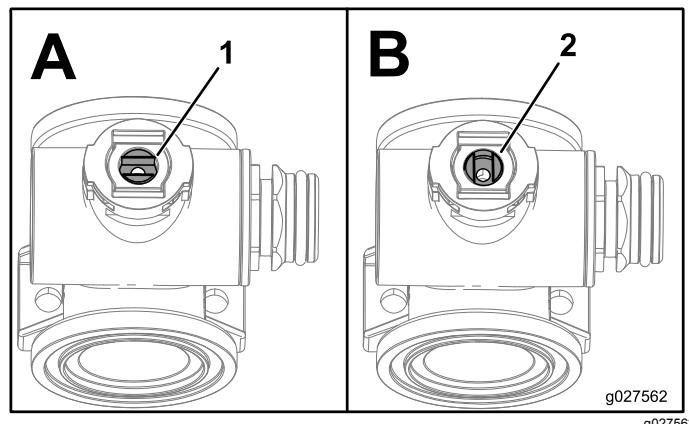

Figura 102
1. Ponga el vástagos de la válvula en la posición de cerrado (Figura 102, B).
3. Gire el vástago de la válvula hasta que la bola esté en la posición de abierto (Figura 102, A).
7. Gire el conjunto del vástago de la válvula a la posición de cerrado (B de Figura 102).